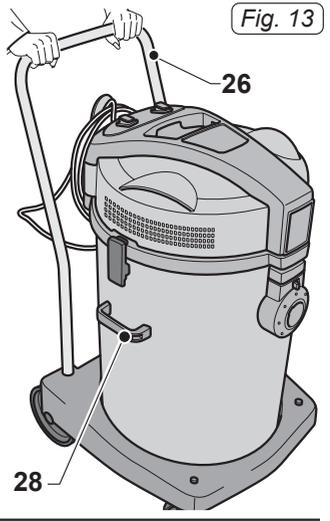
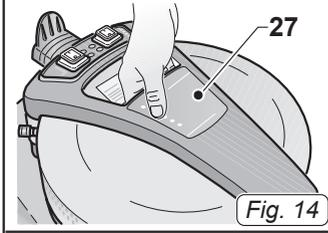

Fig. 13
Fig. 14
- El dispositivo está equipado con ruedas y por lo tanto se puede mover con las manijas apropiadas o puede ser empujado a través de las manijas (26 Fig. 13)
- Para levantarlo introducir los dedos de la mano en la correspondiente manilla (27 Fig.14) situada en la parte superior de la tapa en la versión con un solo motor o bien entre dos personas a través de las manillas (28 Fig. 13).